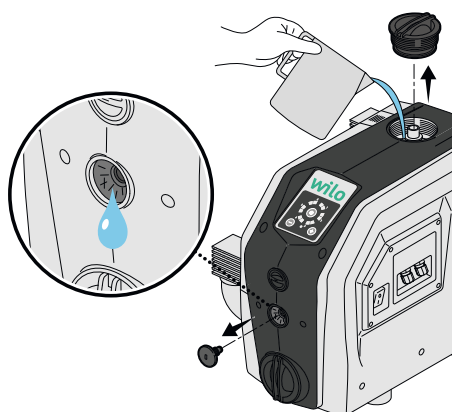

Fig. 8: Plnenie
- 2. Naplňajte výrobok vodou (približne 1,5 L), kým nebude voda vytekať z odvzdušňovacieho otvoru (Fig. 8).